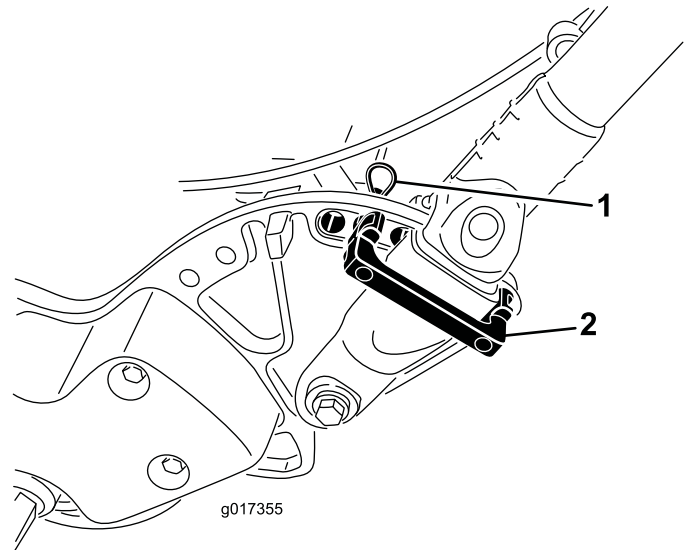

Figura 32
1. Retire las chavetas de los seguros de retención del manillar en cada lado de la máquina (Figura 32).
2. Sujetando el manillar, retire las chavetas de cada lado y gire el manillar a la posición de operación deseada (Figura 32).